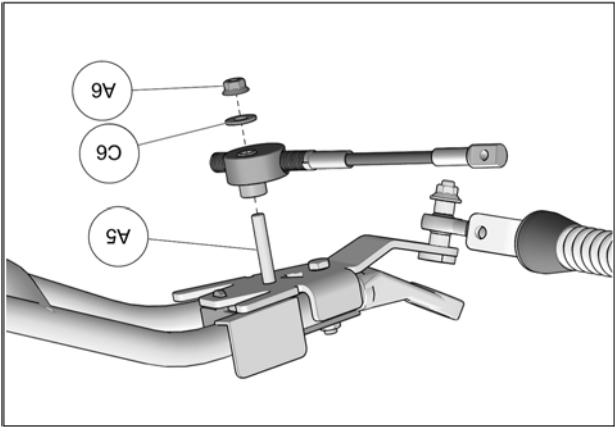

Fig. 24
14. Assembler le disque en aluminium du limiteur de conduite à l'ancrage avant en utilisant le boulon (A5) précédemment inséré dans l'ancrage, la rondelle (C6) et l'écrou (A6). Serrer l'écrou à un couple de 50 N•m [37 lb•pi]. Fig. 24